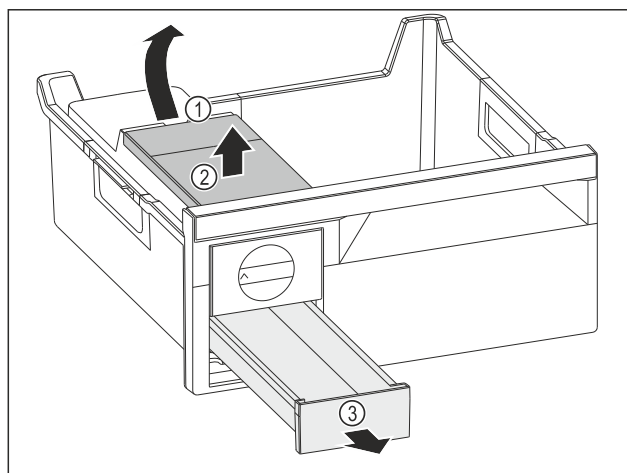

Fig. 170
- Retirer le réservoir d'eau : Soulever le réservoir d'eau hors de l'évidement Fig. 170 (1).
- Retirer le réservoir d'eau Fig. 170 (2) vers le haut.
- Retirer le compartiment à glaçons Fig. 170 (3) vers l'avant.